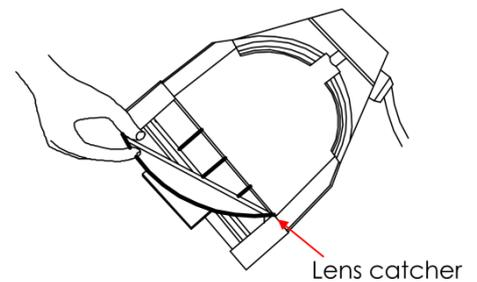

Fig. 10
- 05) Deje que la lente se deslice hacia delante y descanse en los dispositivos de sujeción de la lente (Fig. 10).